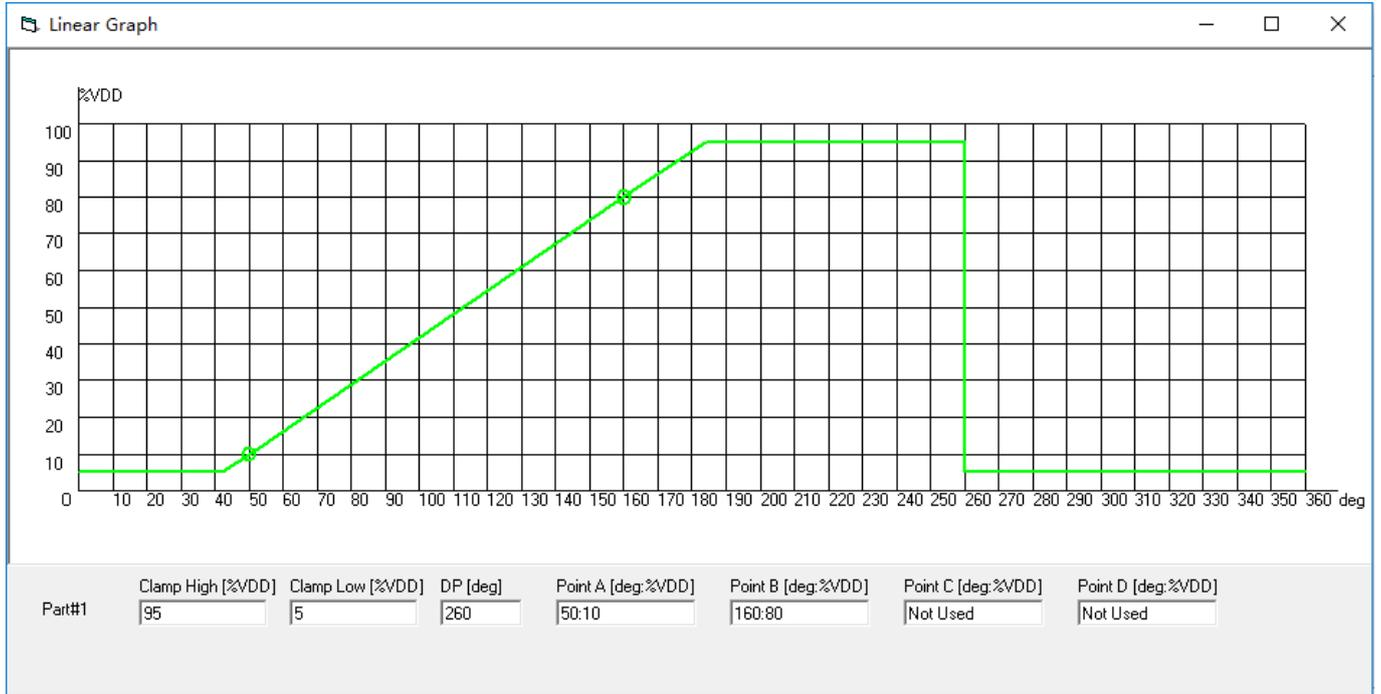

图 6.1.8 编程参数曲线示意图
- 9、若设置参数无误, 则弹出理论曲线示意图 (图 6.1.8), 其中显示了编程软件界面设置的参数信息, 及磁铁旋转一周 (绝对角度 $0^{\circ} \sim 360^{\circ}$) 时, 芯片的输出信号波形。